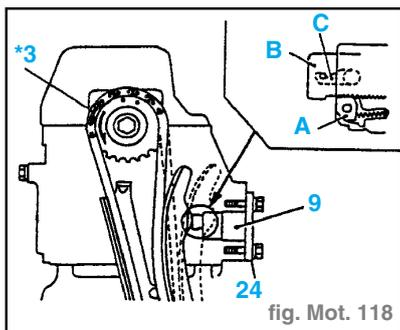

fig. Mot. 118
- Entourant la came **A**, faire entrer à la main le poussoir **B** dans le tendeur **9**. Maintenir le poussoir **B** dans cette position au moyen du crochet **C** et mettre le tendeur **9** en place. (fig. Mot. 118)